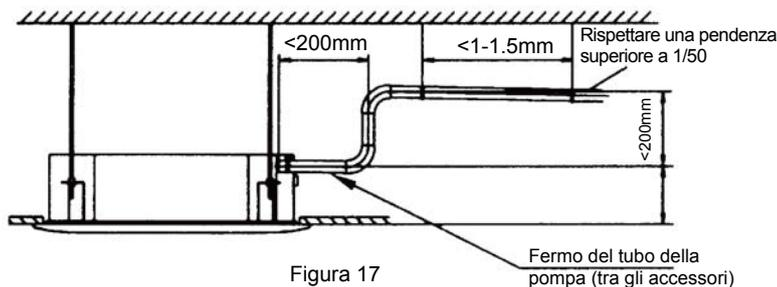

Figura 17
- Se l'uscita del tubo di scarico è più in alto rispetto al giunto della pompa del corpo, disporre il tubo in un orientamento quanto più possibile verticale. La distanza di alzata deve essere inferiore a 200mm, per evitare traboccamenti d'acqua al momento dell'arresto dell'apparecchio. (Fare riferimento alla figura 17).